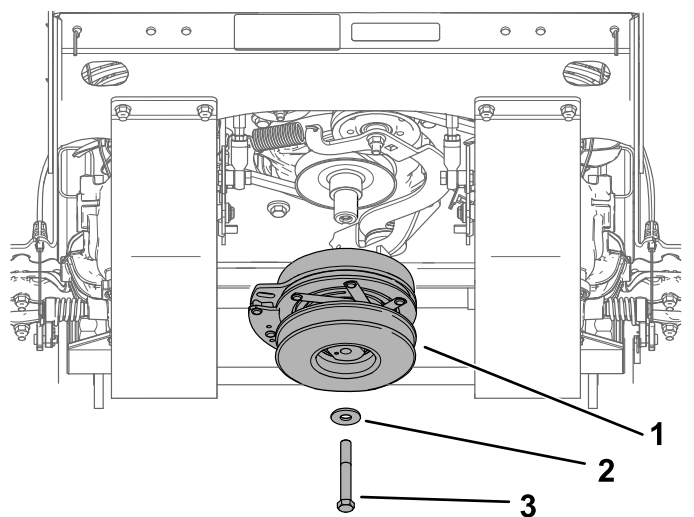

Figure 57
4. Déposez la poulie d'embrayage (Figure 57).
- 12. Reposez la poulie d'embrayage (Figure 57). Serrez le boulon à un couple de 68 à 81 N·m (50 à 60 pi-lb).